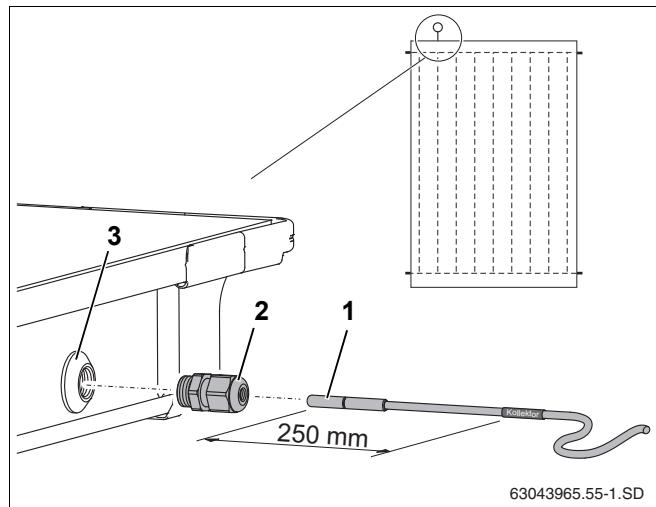

Рис. 33 Установка датчика в коллектор
Для исправной работы солнечной установки необходимо, чтобы коллекторный датчик (рис. 33, **поз. 1**) был вставлен в установочную трубку до упора (примерно на 250 мм).
- ▶ Проткните датчиком или отверткой уплотнительный слой в гильзе (рис. 33, **поз. 3**).
- ▶ Заверните зажимную втулку (рис. 33, **поз. 2**) в гильзу.
- ▶ Затяните зажимную втулку (рис. 33, **поз. 2**), удерживая от сворачивания.
Если Вы проткнули гильзу (рис. 33, **поз. 3**) не в том коллекторе, в котором нужно, то ее нужно плотно закрыть заглушкой из комплекта для подключения. Но прежде нужно, используя резьбовую втулку (рис. 33, **поз. 2**), удалить находящуюся в гильзе гайку.